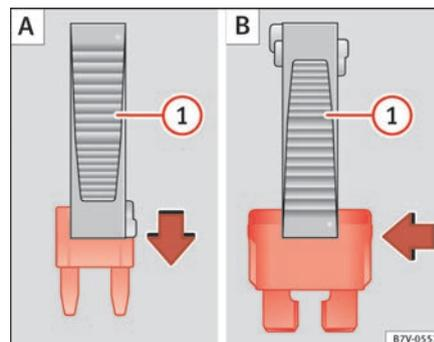

Abb. 212 Sicherung entnehmen oder einsetzen.
- Bei *kleinen Sicherungen* Klammer von oben aufstecken ⇒ Abb. 212 **A**.
- Bei *größeren Sicherungen* Klammer seitlich auf die Sicherung schieben ⇒ Abb. 212 **B**.